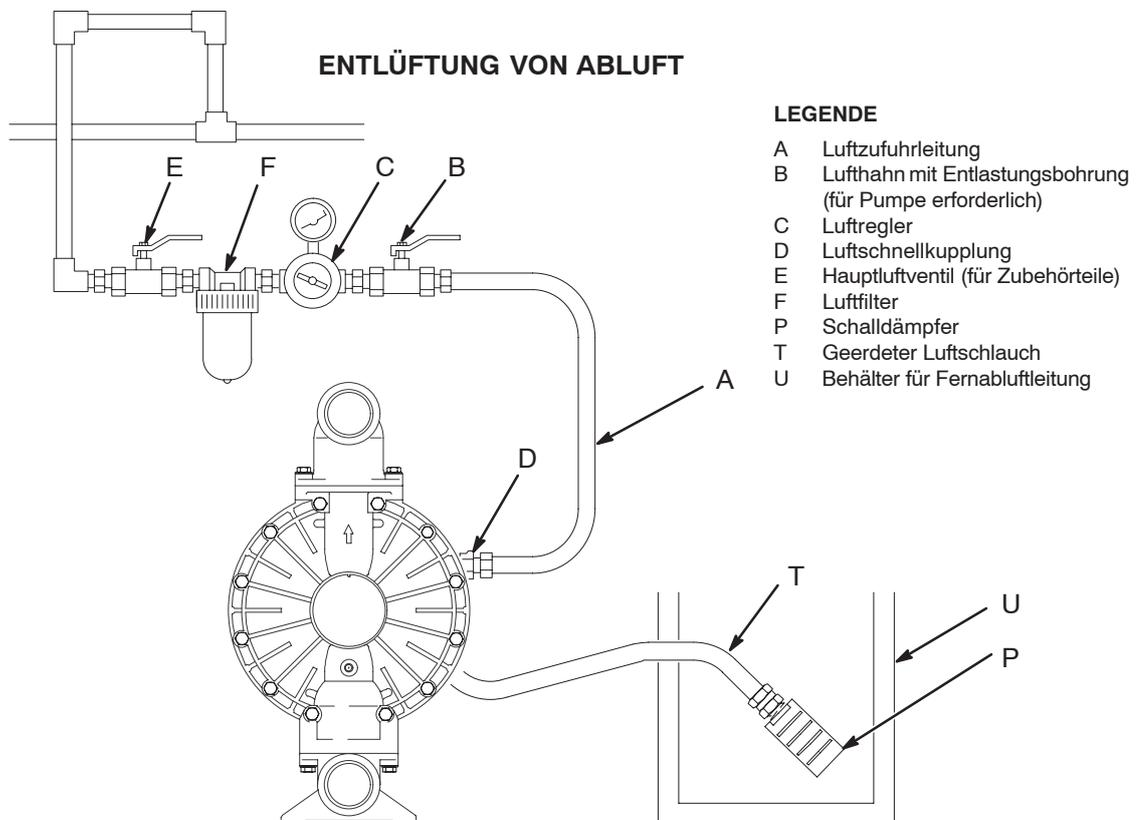

Abb. 5
Bei Membranriss wird das gepumpte Material mit der Luft abgeleitet. Ans Ende der Abluftleitung einen geeigneten Behälter stellen, um das Material aufzufangen. Siehe Abb. 5.
1. Den Schalldämpfer (P) aus der Abluftöffnung in der Pumpe ausbauen.
2. Einen geerdeten Abluftschlauch (T) einbauen und den Schalldämpfer (P) an das andere Ende des Schlauches anschließen. Der Luftschlauch muss einen Innendurchmesser von mindestens 19 mm aufweisen. Ist der Schlauch länger als 4,57 m, müssen Sie einen Schlauch mit größerem Durchmesser verwenden. Vermeiden Sie scharfe Biegungen oder Knicke im Schlauch. Siehe Abb. 5.
3. Einen Behälter (U) an das Ende der Luftleitung stellen, um im Fall eines Membranenrisses Material aufzufangen.